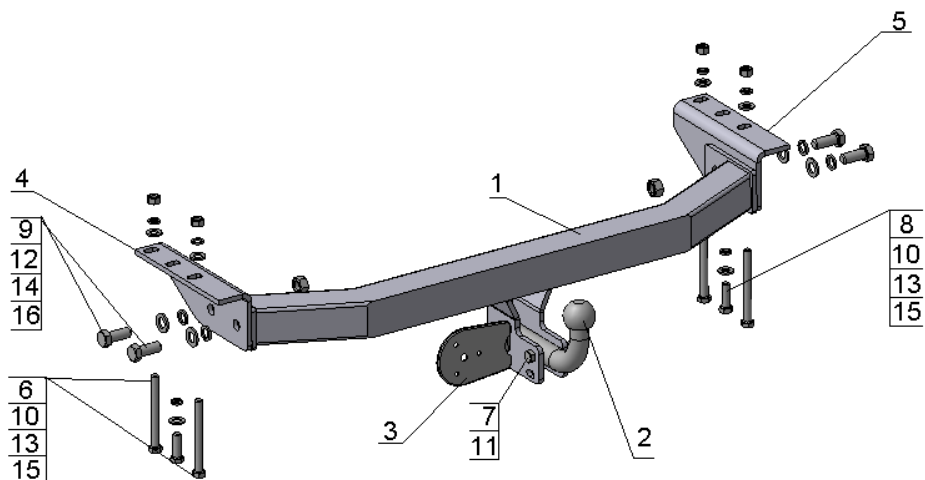

Рис.1
- используя крепежные элементы в соответствии с рис.1 на место буксировочных проушин к раме автомобиля закрепить кронштейны поз. 4,5;